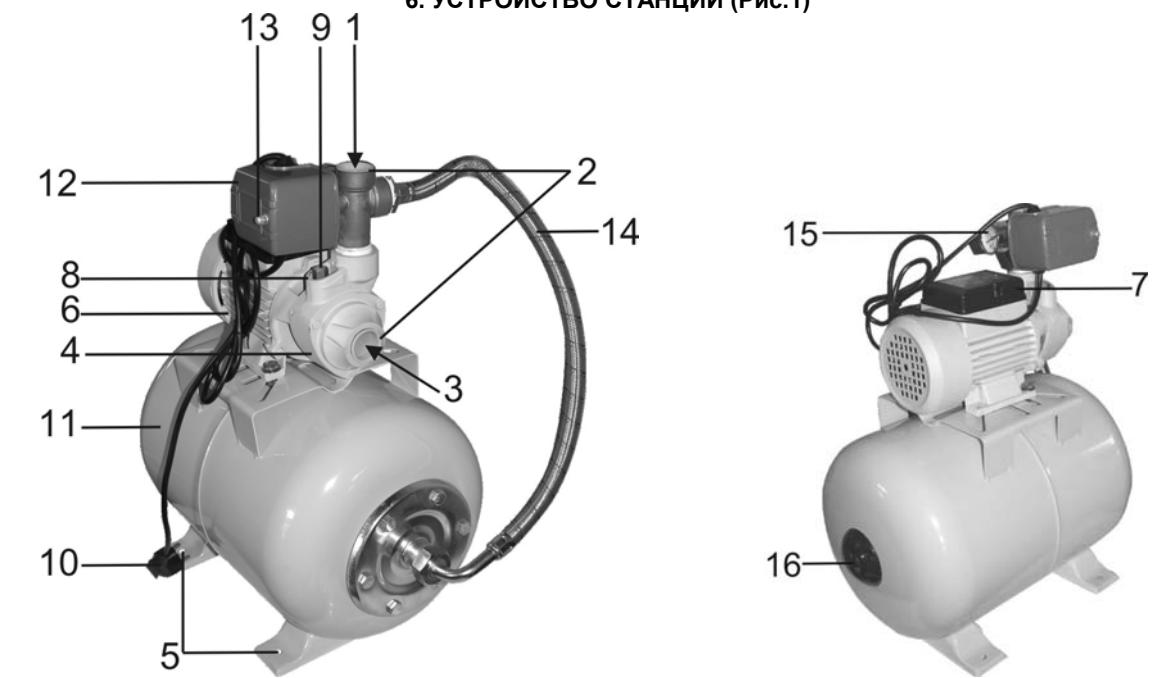
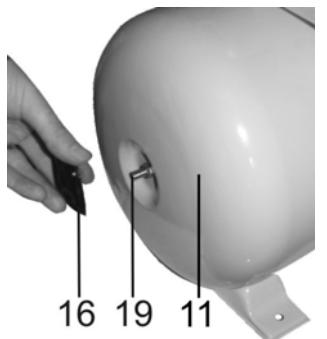

Рис.1
Рис.3
6. УСТРОЙСТВО СТАНЦИИ (Рис.1)
7.4. Извлечь заглушки 2 (Рис.1)
7.5. В отверстия нагнетательного и всасывающего патрубка 1 и 3 (Рис.1), соответственно, установить штуцера или другие соединительные элементы трубопроводной системы (не комплектуются), обеспечив герметичность соединения.
8.1. Принцип работы (Рис.1)
После включения насосной станции вода заполняет систему от обратного клапана до потребителя. После прекращения отбора воды потребителями давление воды в системе растет до верхнего предела настройки реле давления 12. Реле давления 12 выключает насос. При открытии потребителем крана, вода поступает из расширительного бака 11 под давлением. По мере расхода воды давление в системе падает до нижнего предела настройки реле давления 12, после чего реле давления 12 вновь включает насос. Вода поступает к потребителю и в расширительный бак 11. При повышении давления в системе реле давления 12 снова выключает насос. Пока есть расход воды из системы, циклы включения и выключения повторяются. Расширительный бак 11 служит для аккумулирования воды под давлением и сглаживания гидроударов. Он состоит из стального резервуара со сменной резиновой мембраной и имеет пневмоклапан 19 (Рис.3) для закачивания сжатого воздуха.
8.2.1. С помощью обычного автомобильного манометра (не комплектуется) убедитесь, что в расширительный бак 11 закачан воздух под давлением 1,5 атм. (Рис.3). Если давление меньше, снимите крышку 16 и через пневмоклапан 19 закачайте воздух в расширительный бак 11 обычным автомобильным насосом (не комплектуется) (Рис.3). При транспортировке насосной станции, заводские настройки реле давления 12 (Рис.1) могут сбиться, поэтому нужно учесть что давление, закаченного воздуха в баке 11 (Рис.1) должно быть на 0,1 атм. ниже, чем давление включения насоса. Это необходимо для максимально эффективной работы расширительного бака 11 (Рис.1).
8.2.3. Через заливную полость 8 (Рис.1) заполните насос водой. Для этого необходимо открутить болт 9 (Рис.1).
8.2.4. После заполнения насоса водой герметично закрутите болт 9 (Рис.1).
8.3.4. Исключите попадание воды на двигатель 6 и на клеммную коробку 7 (Рис.1).
8.4.1. Отключите шнур питания 10 (Рис.1) от источника электрического тока
8.4.2. Открутите гайку 13 и снимите крышку реле давления 12 (Рис.1).
8.4.4. Закрепите крышку реле давления 12 гайкой 13 (Рис. 1).
8.4.5. Включите станцию и ориентируясь на показания манометра 15 проверьте правильность регулировки (Рис.1).
9.4. Ежемесячно проверяйте давление воздуха в расширительном баке 11 (Рис.1) (см.п.8.2.1).